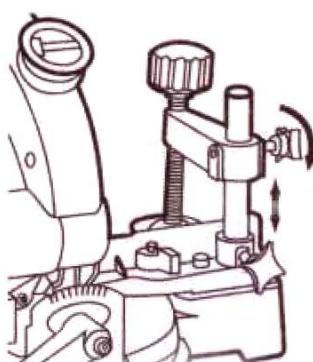

Рис. 13
3. Отрегулируйте высоту зажима, сдвинув кронштейн вверх или вниз соответственно с высотой заготовки. Затем затяните винт регулировки высоты зажима (15) (рис. 13).